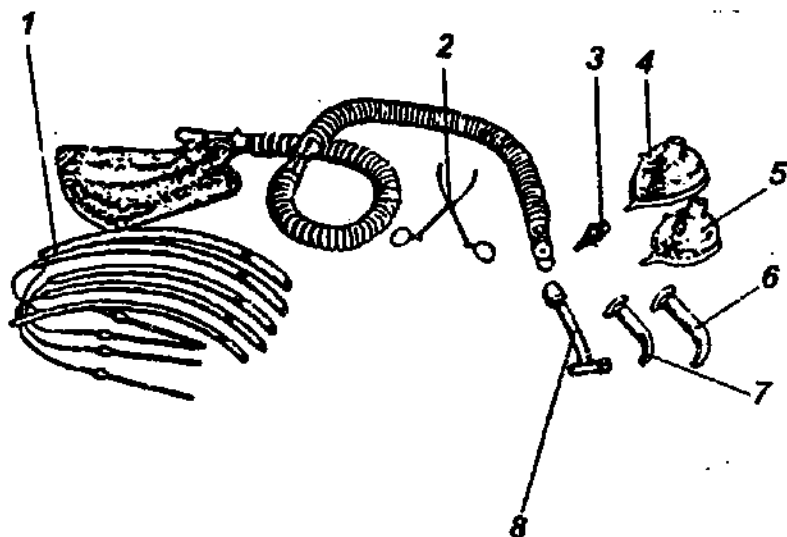

Рис.2. Комплект принадлежностей аппарата АН-8.
4.10. В комплект аппарата входят: большая 4 и малая 5 (рис.2) наркозные маски, винтовой роторасширитель 3, два воздуховода 6 и 7, щипцовый языкодержатель 2, переходная трубка 8 для присоединения эндотрахеальных трубок при проведении интубационного обезболивания и набор эндотрахеальных трубок 1.